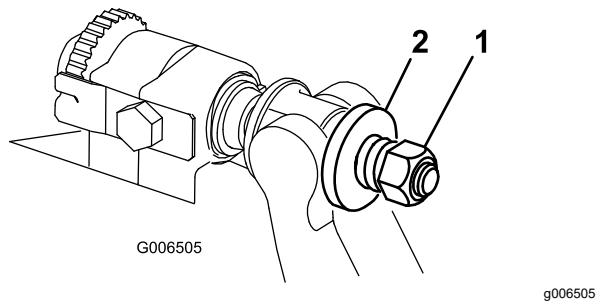

Figura 38
6. Serrate il dado di tensione della molla finché la molla non si schiaccia, quindi allentate di 1/2 giro (Figura 38).